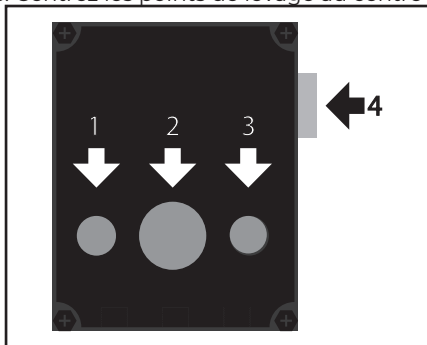
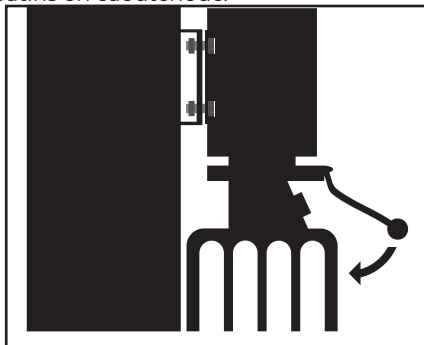
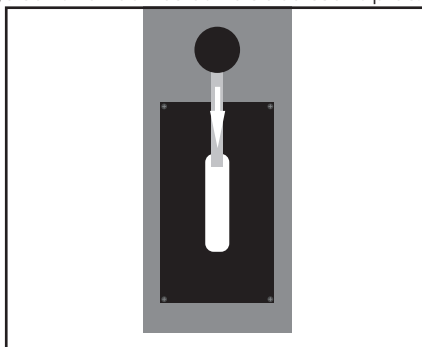

Fig. 26
Fig. 27
Fig. 29
2. Tournez l'interrupteur d'alimentation principal (4, Fig. 26) de 'off' à 'on', le voyant vert (1, Fig. 26) est maintenant allumé.
3. Appuyez sur le bouton LIFT (3, Fig. 26), soulevez le véhicule à une hauteur de 1 mètre.
5. Appuyez sur le bouton LIFT (3, Fig. 26) et soulevez le véhicule à la hauteur souhaitée.
Relâchez le bouton LIFT (3, Fig. 26), le pont élévateur reste en place.
1. Appuyez sur le levier d'abaissement (Fig. 27) jusqu'à ce que le lève-personne s'accroche au loquet.
1. Soulevez légèrement le pont élévateur (3, Fig. 26), puis appuyez sur le levier (Fig. 29) vers le bas pour déverrouiller le verrou.
2. Maintenez la poignée (Fig. 29) en position basse et abaissez le levier (Fig. 27) jusqu'à ce que le pont élévateur soit complètement abaissé.
8. En cas d'urgence, coupez l'alimentation à l'aide de l'arrêt d'urgence (2, fig 26).